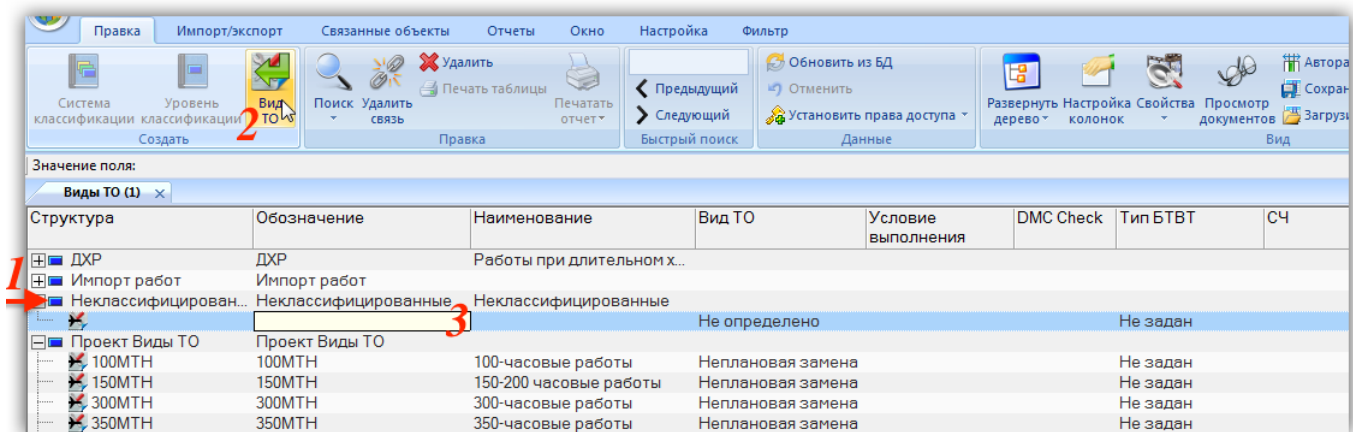

Рис. 17-7 – Создание вида ТО в рабочем окне «Виды ТО»
- 2) Выбрать раздел или любой из размещенных в ней видов ТО (1 на рис. 17-7).